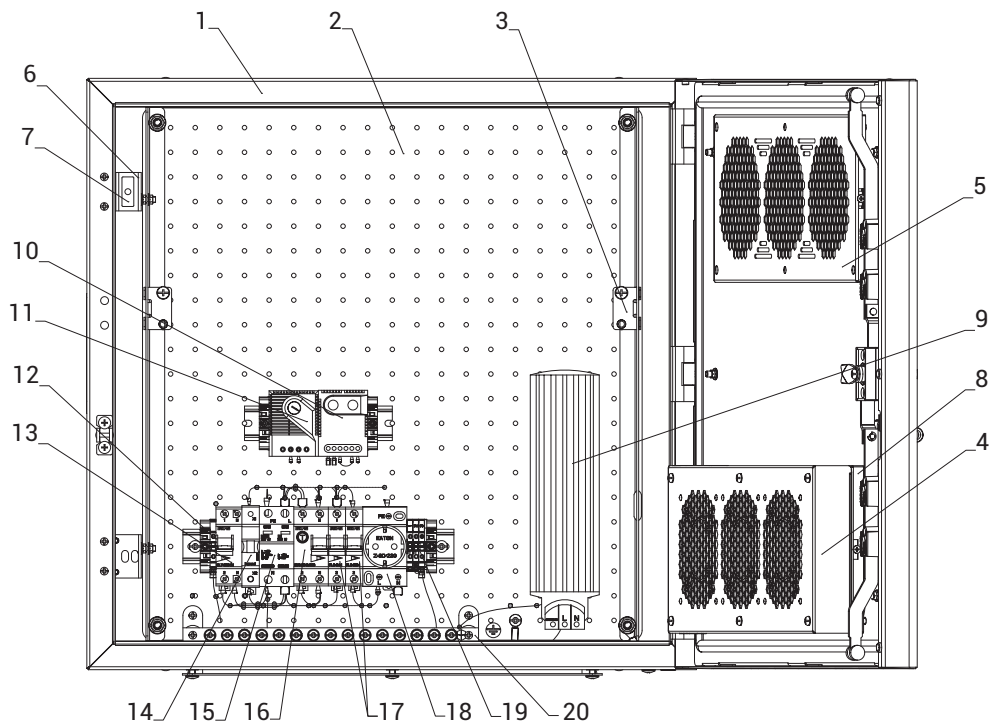

Рисунок 1. Общий вид шкафа серии ШТВ-Н
Корпус шкафов серии ШТВ-Н (поз.1 рис. 1) имеет металлическую сварную конструкцию, внутри покрыт слоем утеплителя с фольгированием, что увеличивает термоизоляцию и уменьшает теплопотери через стенки шкафа. В комплект шкафа входят задняя перфорированная оцинкованная панель (поз. 2. рис. 1) и комплект вертикальных юнитовых панелей (поз. 3 рис. 1). Отверстия для ввода кабелей находятся в основании шкафа. Корпус шкафов серии ШТВ-НП выполнен из полиэстера, армированного стекловолокном.
Двери шкафов серии ШТВ-Н имеют перфорацию, которая обеспечивает вентиляцию установленного в нём оборудования, но при этом исключает прямой доступ в полость шкафа и попадание в него инородных предметов. В дверь шкафа исполнения Т1, Т3 встроена система вентиляции, состоящая из модуля вентиляторного (поз. 4 рис. 1), установленного поверх фильтра с повышенной площадью фильтрации (поз. 8 рис. 1) и фильтра выпускного (поз. 5 рис. 1). Максимальный угол открытия двери шкафа 120°. На кронштейне (поз. 6 рис. 1), закреплённом на петле двери, установлен датчик открытия дверей (поз. 7 рис. 1). Кабель от модуля вентиляторного подключается к клеммнику (ХТ2) (поз. 19 рис. 1).
На оцинкованной панели расположены две DIN-рейки с установленной аппаратурой и шина заземления (поз.20 рис.1). На верхней DIN-рейке расположен терморегулятор (поз.10 рис.1) и гиростат (поз.11 рис.1). На нижней DIN-рейке расположены аппараты вводно-распределительного устройства (ВРУ), состоящего из:
- вводной автоматический выключатель QF1 (поз. 13 рис. 1)
- автоматические выключатели QF2, QF3 (поз. 17 рис. 1)
- ограничитель перенапряжения FV1 (поз. 15 рис. 1)
- УЗО QA1 (поз. 16 рис. 1)
- индикатор напряжения HL1 (поз. 14 рис. 1)
- модульная розетка XS1 (поз. 18 рис. 1)
- клеммник XT2 (поз. 19 рис. 1)
- шина заземления XT/PE (поз. 20 рис.1)